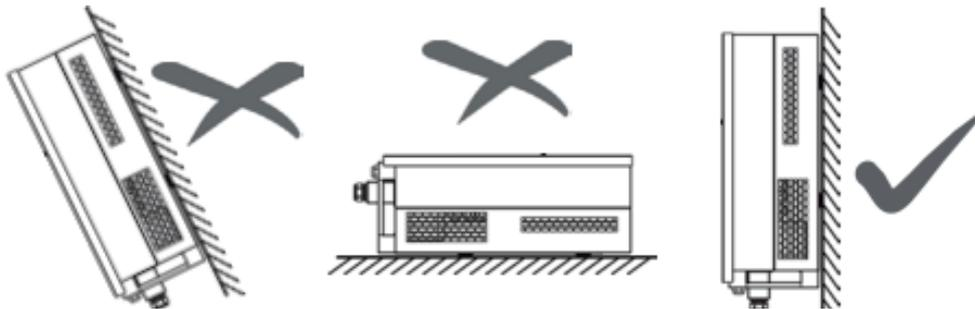

Рисунок 12
- ❖ Інвертор допускається встановлювати тільки в вертикальному положенні, при цьому кут нахилу не повинен перевищувати 15 ° (рисунок 12).